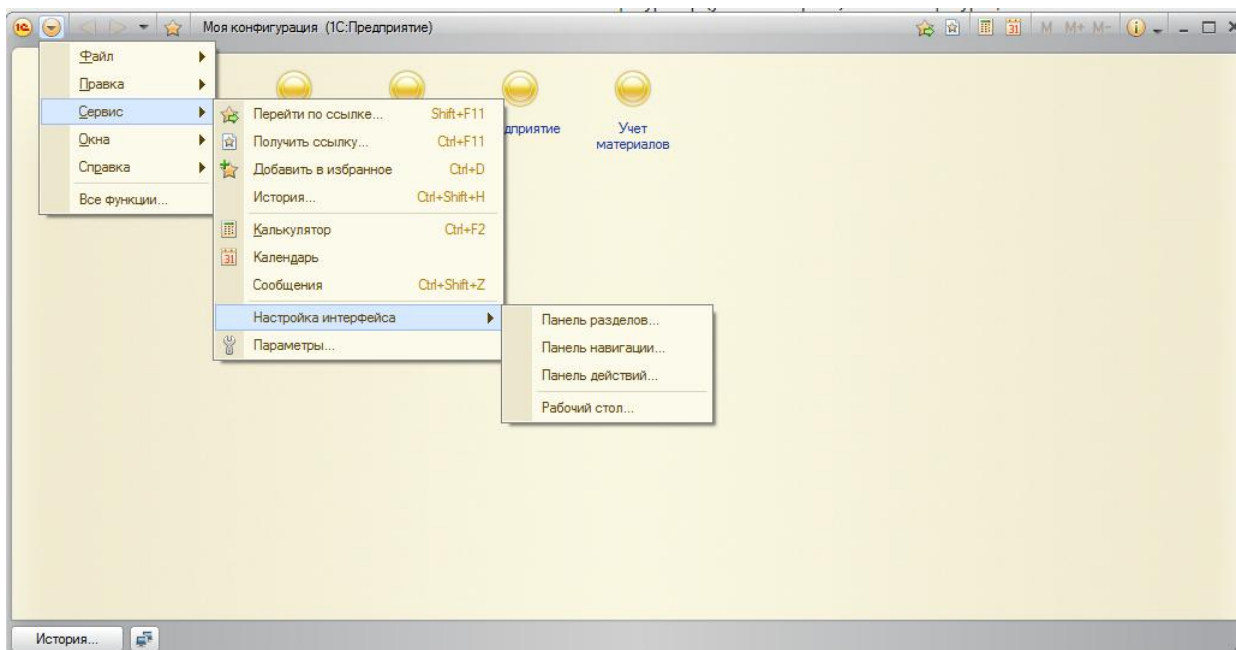

Рисунок 121 Меню Настройка интерфейса
40. Пользователь также имеет возможность настройки интерфейса по собственному усмотрению в режиме 1С:Предприятие с помощью **Главного меню**, пункта **Сервис – Настройка интерфейса** (рис. 121). Настройте интерфейс с помощью меню.